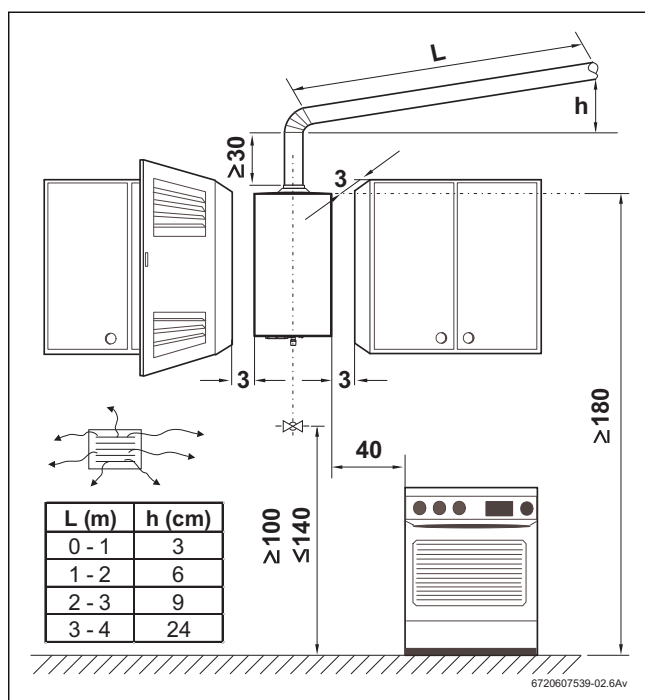

Fig. 5 Distâncias mínima (em cm)
- ▶ Assegurar o bom acesso nos trabalhos de manutenção, respeitando as distâncias mínimas indicadas na Fig. 5.